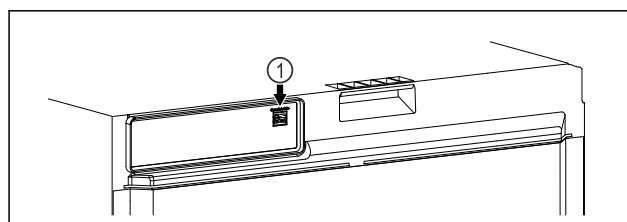

Fig. 114
- ❑ Le SmartModule Fig. 114 (1) est installé.